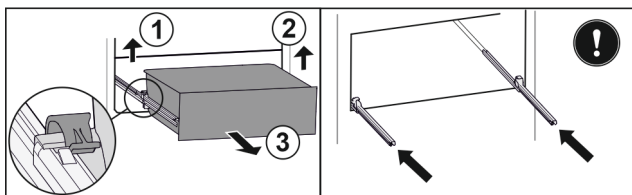

Fig. 144
- Nadvihnite ľavú svorku a súčasne ťahajte zásuvku vľavo dopredu. Fig. 144 (1)
- Nadvihnite pravú svorku a súčasne ťahajte zásuvku vpravo dopredu. Fig. 144 (2)
- Odoberte zásuvku dopredu. Fig. 144 (3)